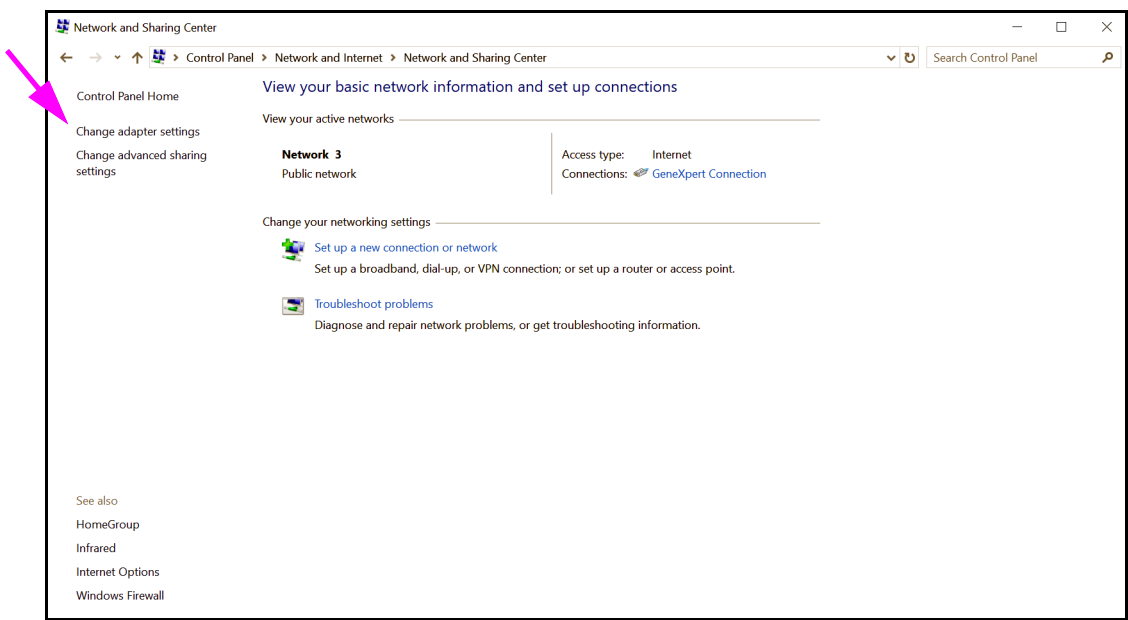

图 2-45. Network and Sharing Center（网络共享中心）屏幕
4. 单击 **View network status and tasks**（查看网络状态和任务）。出现 **Network and Sharing Center**（网络和共享中心）屏幕。请参见图 2-45。